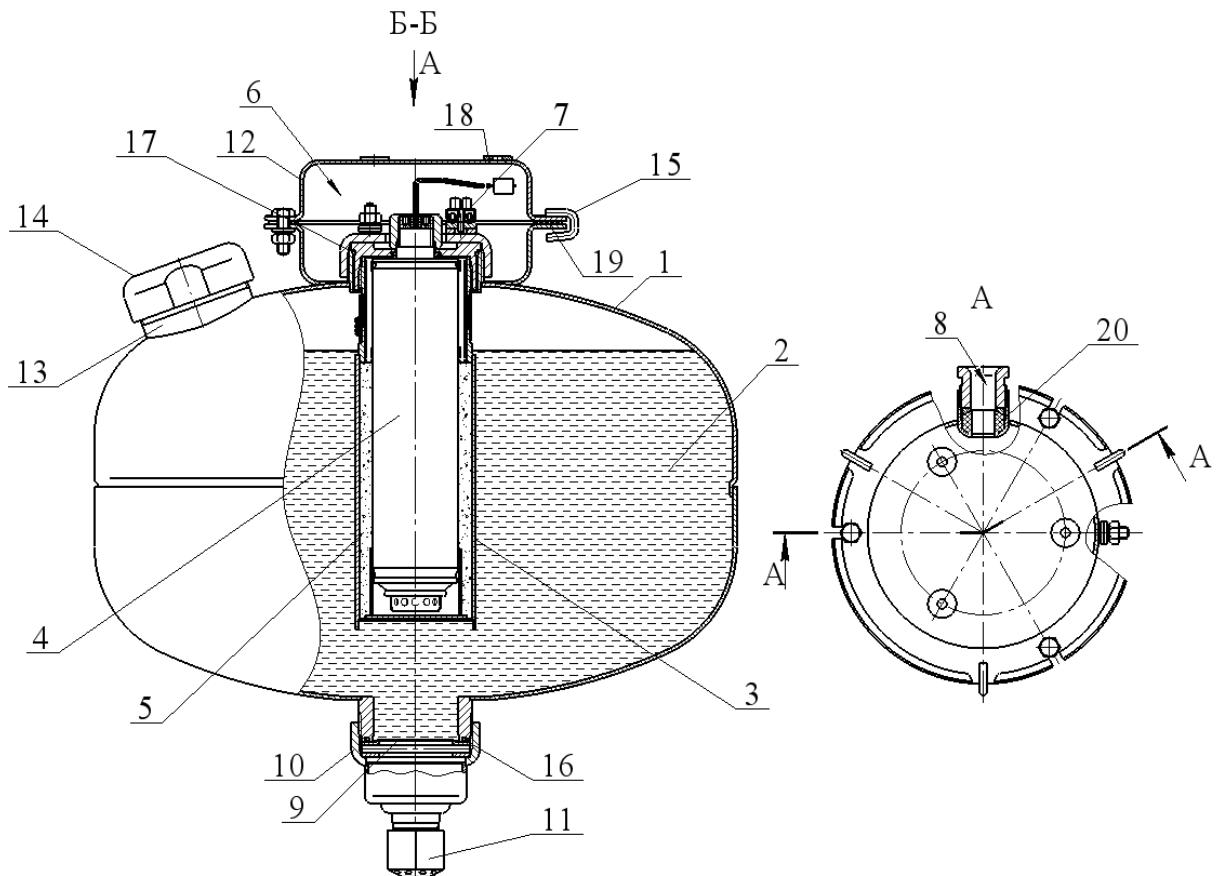

Рисунок 1
1.4.1.1 МУПТВ (см. рисунок 1) состоит из корпуса **1**, заправленного жидким ОТВ **2**, в котором размещено газогенерирующее устройство **3**. В герметичный корпус газогенерирующего устройства со степенью защиты IP68 установлен ИХГ **4** с элементом электропусковым. Зазор между ИХГ корпусом газогенерирующего устройства заполнен пористым искрогасящим материалом **5**. Соединительные провода элемента электропускового ИХГ выведены в коробку **6** через герметизированный узел в корпусе МУПТВ, обеспечивающий требуемую (не ниже IP67) степень защиты от внешних
После подачи на выводы элемента электропускового импульса ИХГ 4 (см. рисунок 1) генерирует газ, который, проходя через пористый искрогасящий материал, создает давление внутри корпуса МУПТВ для вскрытия мембраны 9 и выпуска через насадок-распылитель 11 в зону горения тонкораспыленной струи ОТВ.
2.1.3 Закрепить кронштейн 12 (см. рисунок 1) на потолке. Координаты отверстий в кронштейне приведены на рисунке 5.
2.1.5.1 Подготовка ОТВ для МУПТВ(Взр)-13,5-Г3-ВД($t^{\circ}\text{C} = +5_{\text{п}}$): залить в отверстие верхней горловины 9 (см. рисунок 1) воду (питьевую либо дистиллированную) (температура воды должна быть плюс (15...25) $^{\circ}\text{C}$) объемом 11,8 $^{+0,05}$ дм 3 .
2.1.5.2.3 Полученный раствор ОТВ залить в отверстие верхней горловины **9** (см. рисунок 1). Для окончательного приготовления ОТВ открыть упаковку (упаковки) с жидкими добавками и залить их в отверстие верхней горловины **9**. Установить в отверстие горловины предохранительный клапан **10**. Сверху закрутить гайку. Момент затяжки гайки 110^{+20} Н \times м.
2.1.6 На выпускную горловину гайки **10** (см. рисунок 1) накрутить до упора насадок-распылитель **11**.